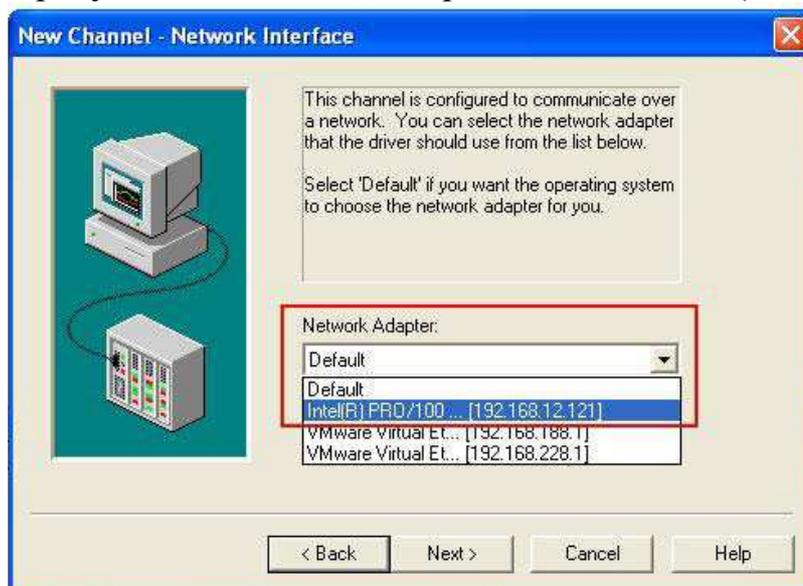

Рис.5
2.3 Выберите требуемый сетевой адаптер и нажмите **Next** (см. Рис. 5):